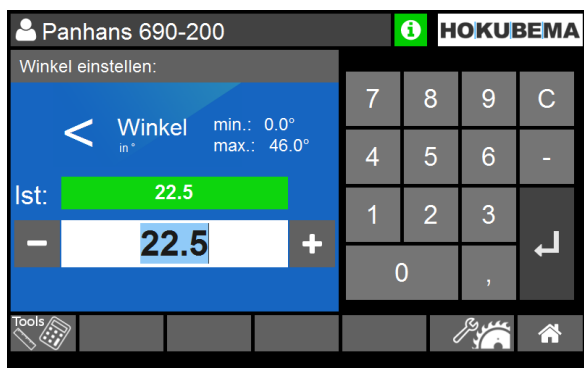

Abbildung 47: Winkel einstellen
2. Gewünschtes Maß eingeben (⇒ Abbildung 47).
4. Starten Sie den Vorgang mit der Positioniertaste (2).
Im Feld „**Anschlag Einstellung**“ erscheint dann das am Längenanschlag einzustellende Maß in mm. Danach die Schaltfläche  betätigen, um wieder in das Winkel-fenster (⇒ Abbildung 47) zu gelangen. Der eingegebene Sollwinkel wurde dann bereits übernommen.
4. Wählen Sie in der Anzeige „**Winkel**“ die Schaltfläche  (⇒ Abbildung 47), geben Sie dann den Wert 0,00 ein und bestätigen diesen mit .